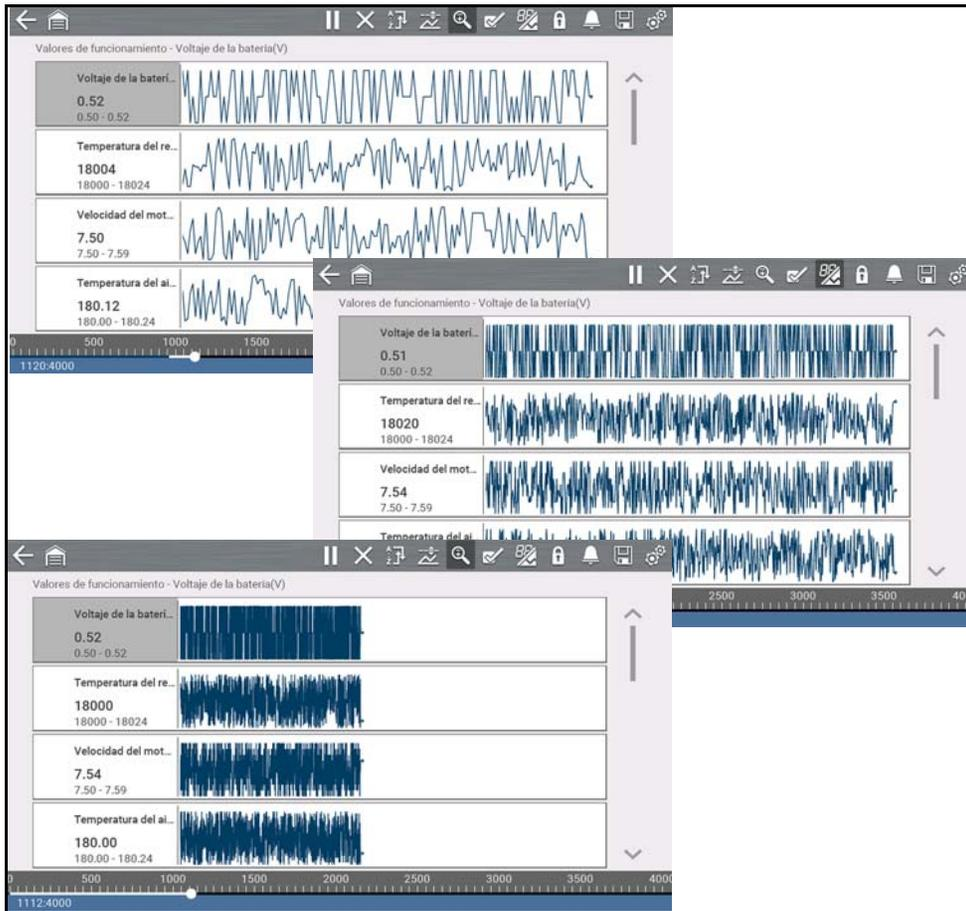

Figura 4-22
**Ejemplos** Figura 4-22: superior (+4X), medio (1X), inferior (alejamiento).